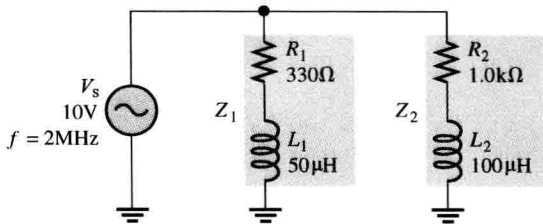

图 12-29
【例 12-13】 求图 12-29 中每个元件两端的电压, 画出电流和电压的相量图。
1. 求图 12-29 中电路的总电流。
2. 试问图 12-29 中电路的总阻抗是多少?